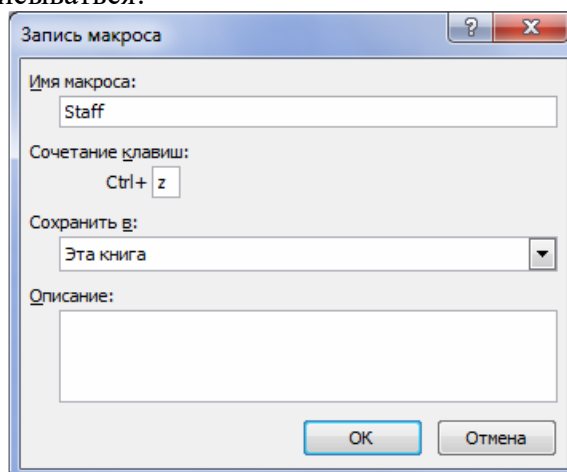

Рисунок 6.2 – Диалоговое окно «Запись макроса»
3. Для выполнения предыдущего пункта задания вам пришлось несколько раз подряд выполнять рутинные действия по вызову команды Подбор параметра и заполнению всех полей ее диалогового окна. Чтобы упростить эту работу, создайте простейший макрос – подпрограмму для данной книги MS Excel на языке VBA (Visual Basic for Application), встроенном в пакет программ MS Office. Это можно сделать, не зная пока самого языка, с помощью транслятора MacroRecorder, который переводит на язык VBA действия пользователя с момента его запуска до окончания записи макроса. Для активизации MacroRecorder выбираем на ленте Вид раздел Макросы из выпадающего списка команду Запись макроса. В появившемся диалоговом окне Запись макроса (рисунок 6.2) задаем имя макроса (например, «Staff») и описание макроса, которое не является обязательным. В поле Сохранить в: оставляем опцию по умолчанию Эта книга (тогда созданный макрос сохранится на новом листе модуля в активной рабочей книге). Будущий макрос можно запускать с помощью сочетания клавиш клавиатуры, например, Ctrl+z, если это указать в поле Сочетание клавиш. После нажатия ОК на экране появляется плавающая панель с кнопкой Остановить запись. Теперь все ваши действия над ячейками будут записываться!